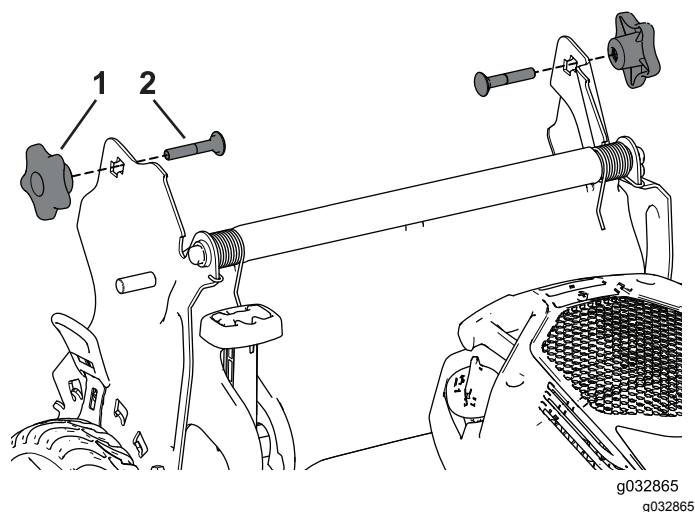

Figure 24
4. Insérez le boulon de carrosserie (la tête du boulon vers l'intérieur) dans le support du guidon et dans le trou supérieur à l'extrémité du guidon. Vérifiez que les bords carrés de chaque boulon de carrosserie s'engagent dans le trou carré supérieur ou inférieur du support de guidon correspondant (Figure 24).